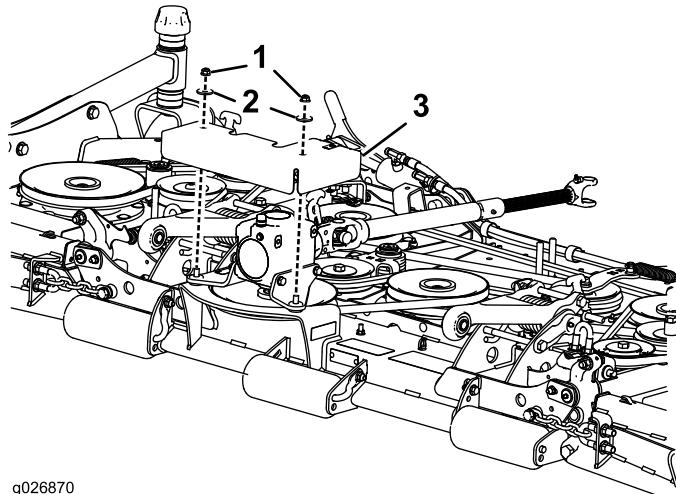

Figura 2
2. Remova as 2 porcas e 2 anilhas da montagem da caixa de velocidades e instale o resguardo da polia na unidade de corte (Figura 2).